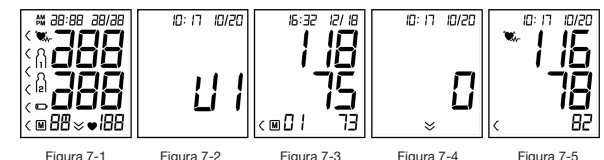

Figura 7-1 Figura 7-2 Figura 7-3 Figura 7-4 Figura 7-5
- Dopo aver applicato il bracciale e aver assunto una posizione comoda, premere il pulsante "START". Il dispositivo emette un segnale acustico e il display visualizza tutti i caratteri per l'auto-test. Vedere la Figura 7-1. Contattare il centro di assistenza qualora un segmento non fosse visualizzato.